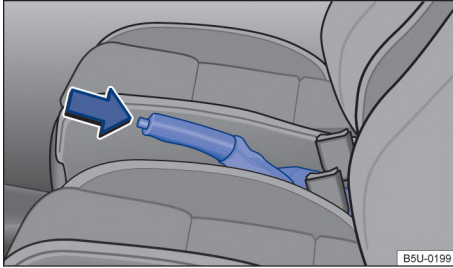

Fig. 87 Entre los asientos delanteros: palanca del freno de estacionamiento.
- Tirar de la palanca del freno de mano hacia arriba con la tecla de bloqueo presionada → **fig. 87** (flecha).
- Tirar de la palanca del freno de mano un poco hacia arriba y presionar la tecla de bloqueo → **fig. 87** (flecha).